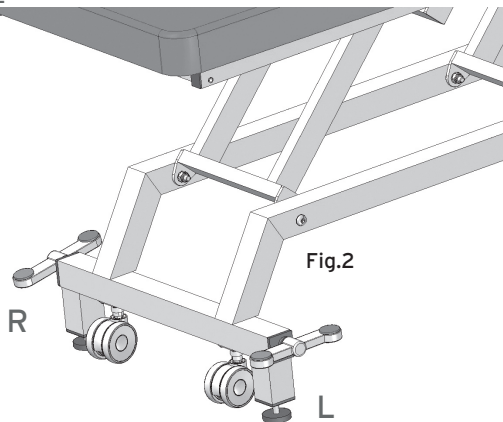

Fig.2
- Proceder al montaje de los estribos de mando de las ruedas (Ref.H, I), respetando la letra de referencia que se encuentra en cada estribo (L= izquierda, R= derecha), disponiéndolos como en la Fig.2